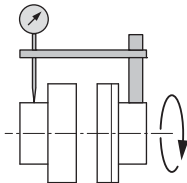

Fig. 11: radiālā izlāgojuma pārbaude ar komparatora palīdzību
- Uz viena no savienojuma elementiem vai vārpstas piestiprināt mērpulksteni (skat. Fig. 11). Mērpulksteņa cilindram jāatrodas uz otra pussavienojuma elementa vainaga (skat. Fig. 11).